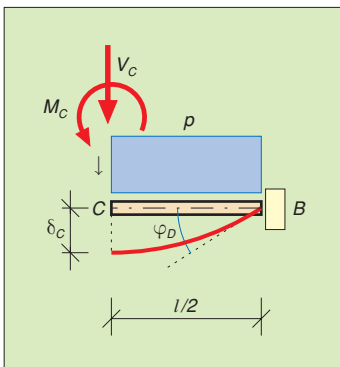

FIGURA 2 Trave appoggiata: freccia in mezzera.
• Freccia in mezzera (► FIGURA 2)